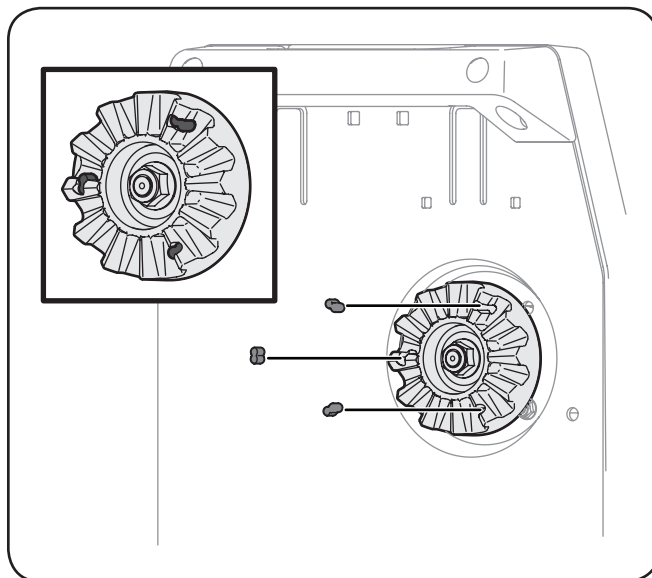

Figure 5-6
1. Haga palanca suavemente cada tope de embrague del embrague de garras con un destornillador estándar. En la ilustración 5-6.